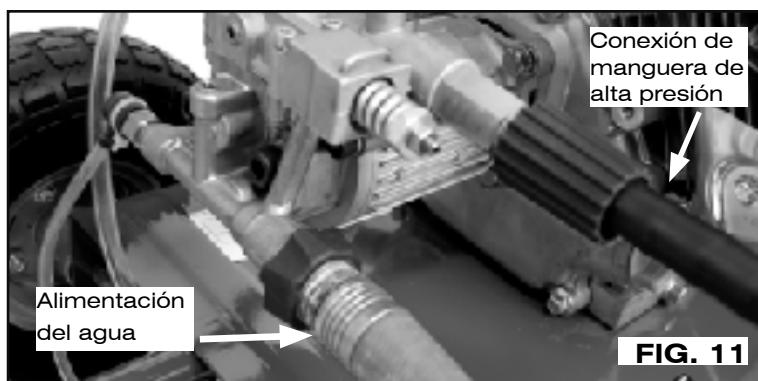

FIG. 11
5. **Conecte** el suministro de agua a la entrada de la bomba. **NOTA:** El agua suministrada debe tener un promedio de 18,925 l/min (5 galones) por minuto a 137,8 kPa. (Fig. 11)